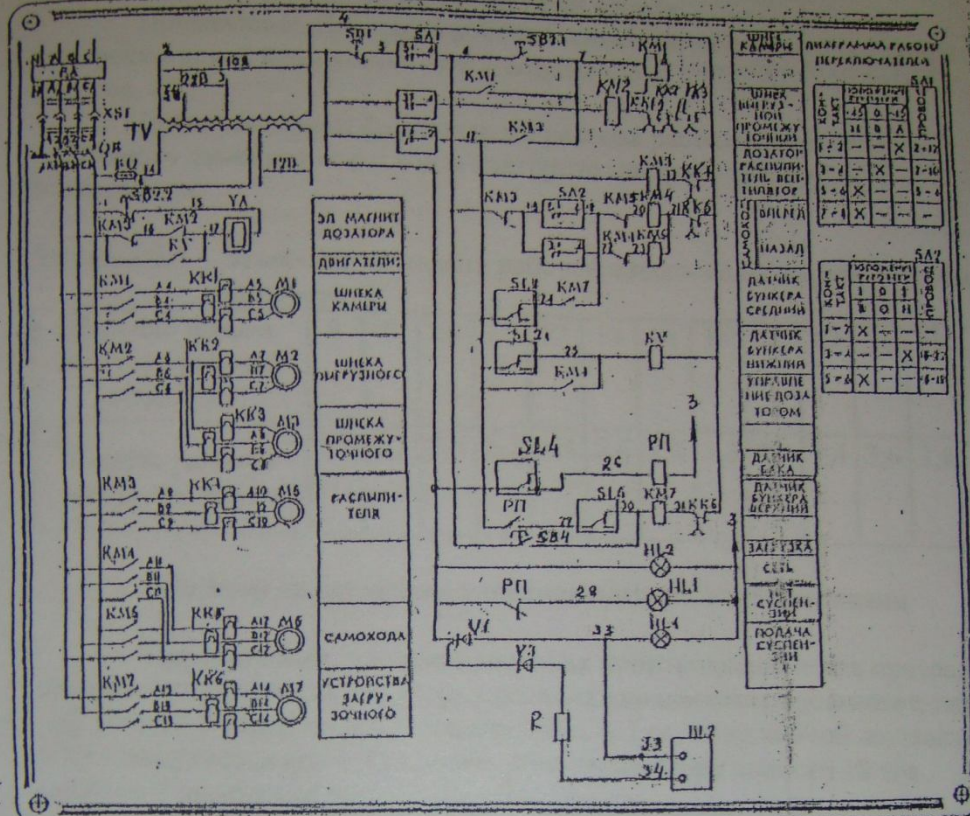

Рисунок 6.2
- при достижении семенами уровня среднего датчика бункера (см. рис. 6.2) отключается двигатель М 6 самохода - передвижение протравливателя прекращается;
Электросхема изображена на рис. 6.2.